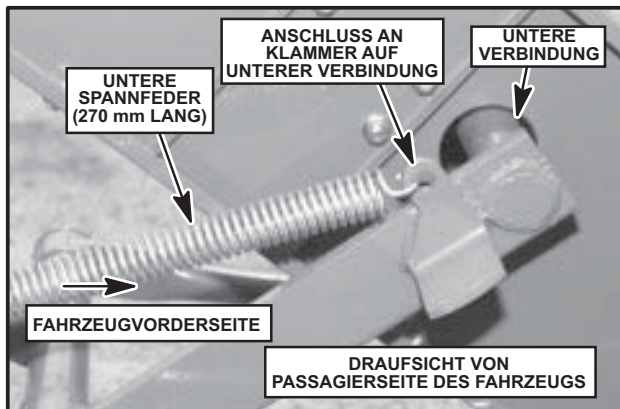
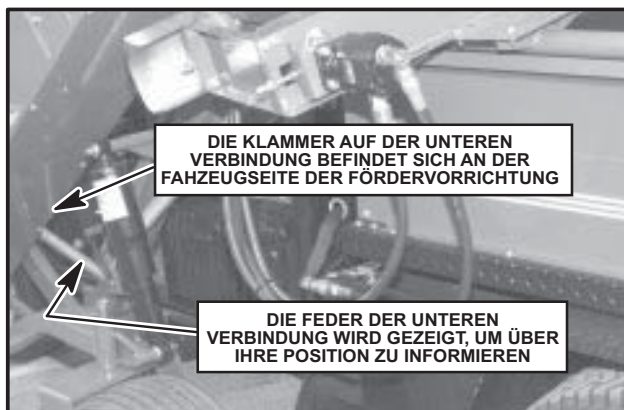

Abbildung 22
Abbildung 23
1. Anheben und Stützen des unteren Endes der Fördervorrichtung. Entnehmen Sie die 270 mm lange Verbindungsfeder (Teilenummer 832535) aus dem Zubehörset. Befestigen Sie wie auf Abbildung 22 ein Ende der Feder an der Klammer auf der unteren Verbindung (die untere Verbindung befindet sich an der unteren Vorderseite der Fördervorrichtung, nahe dem Fahrzeugboden wie in Abbildung 23).